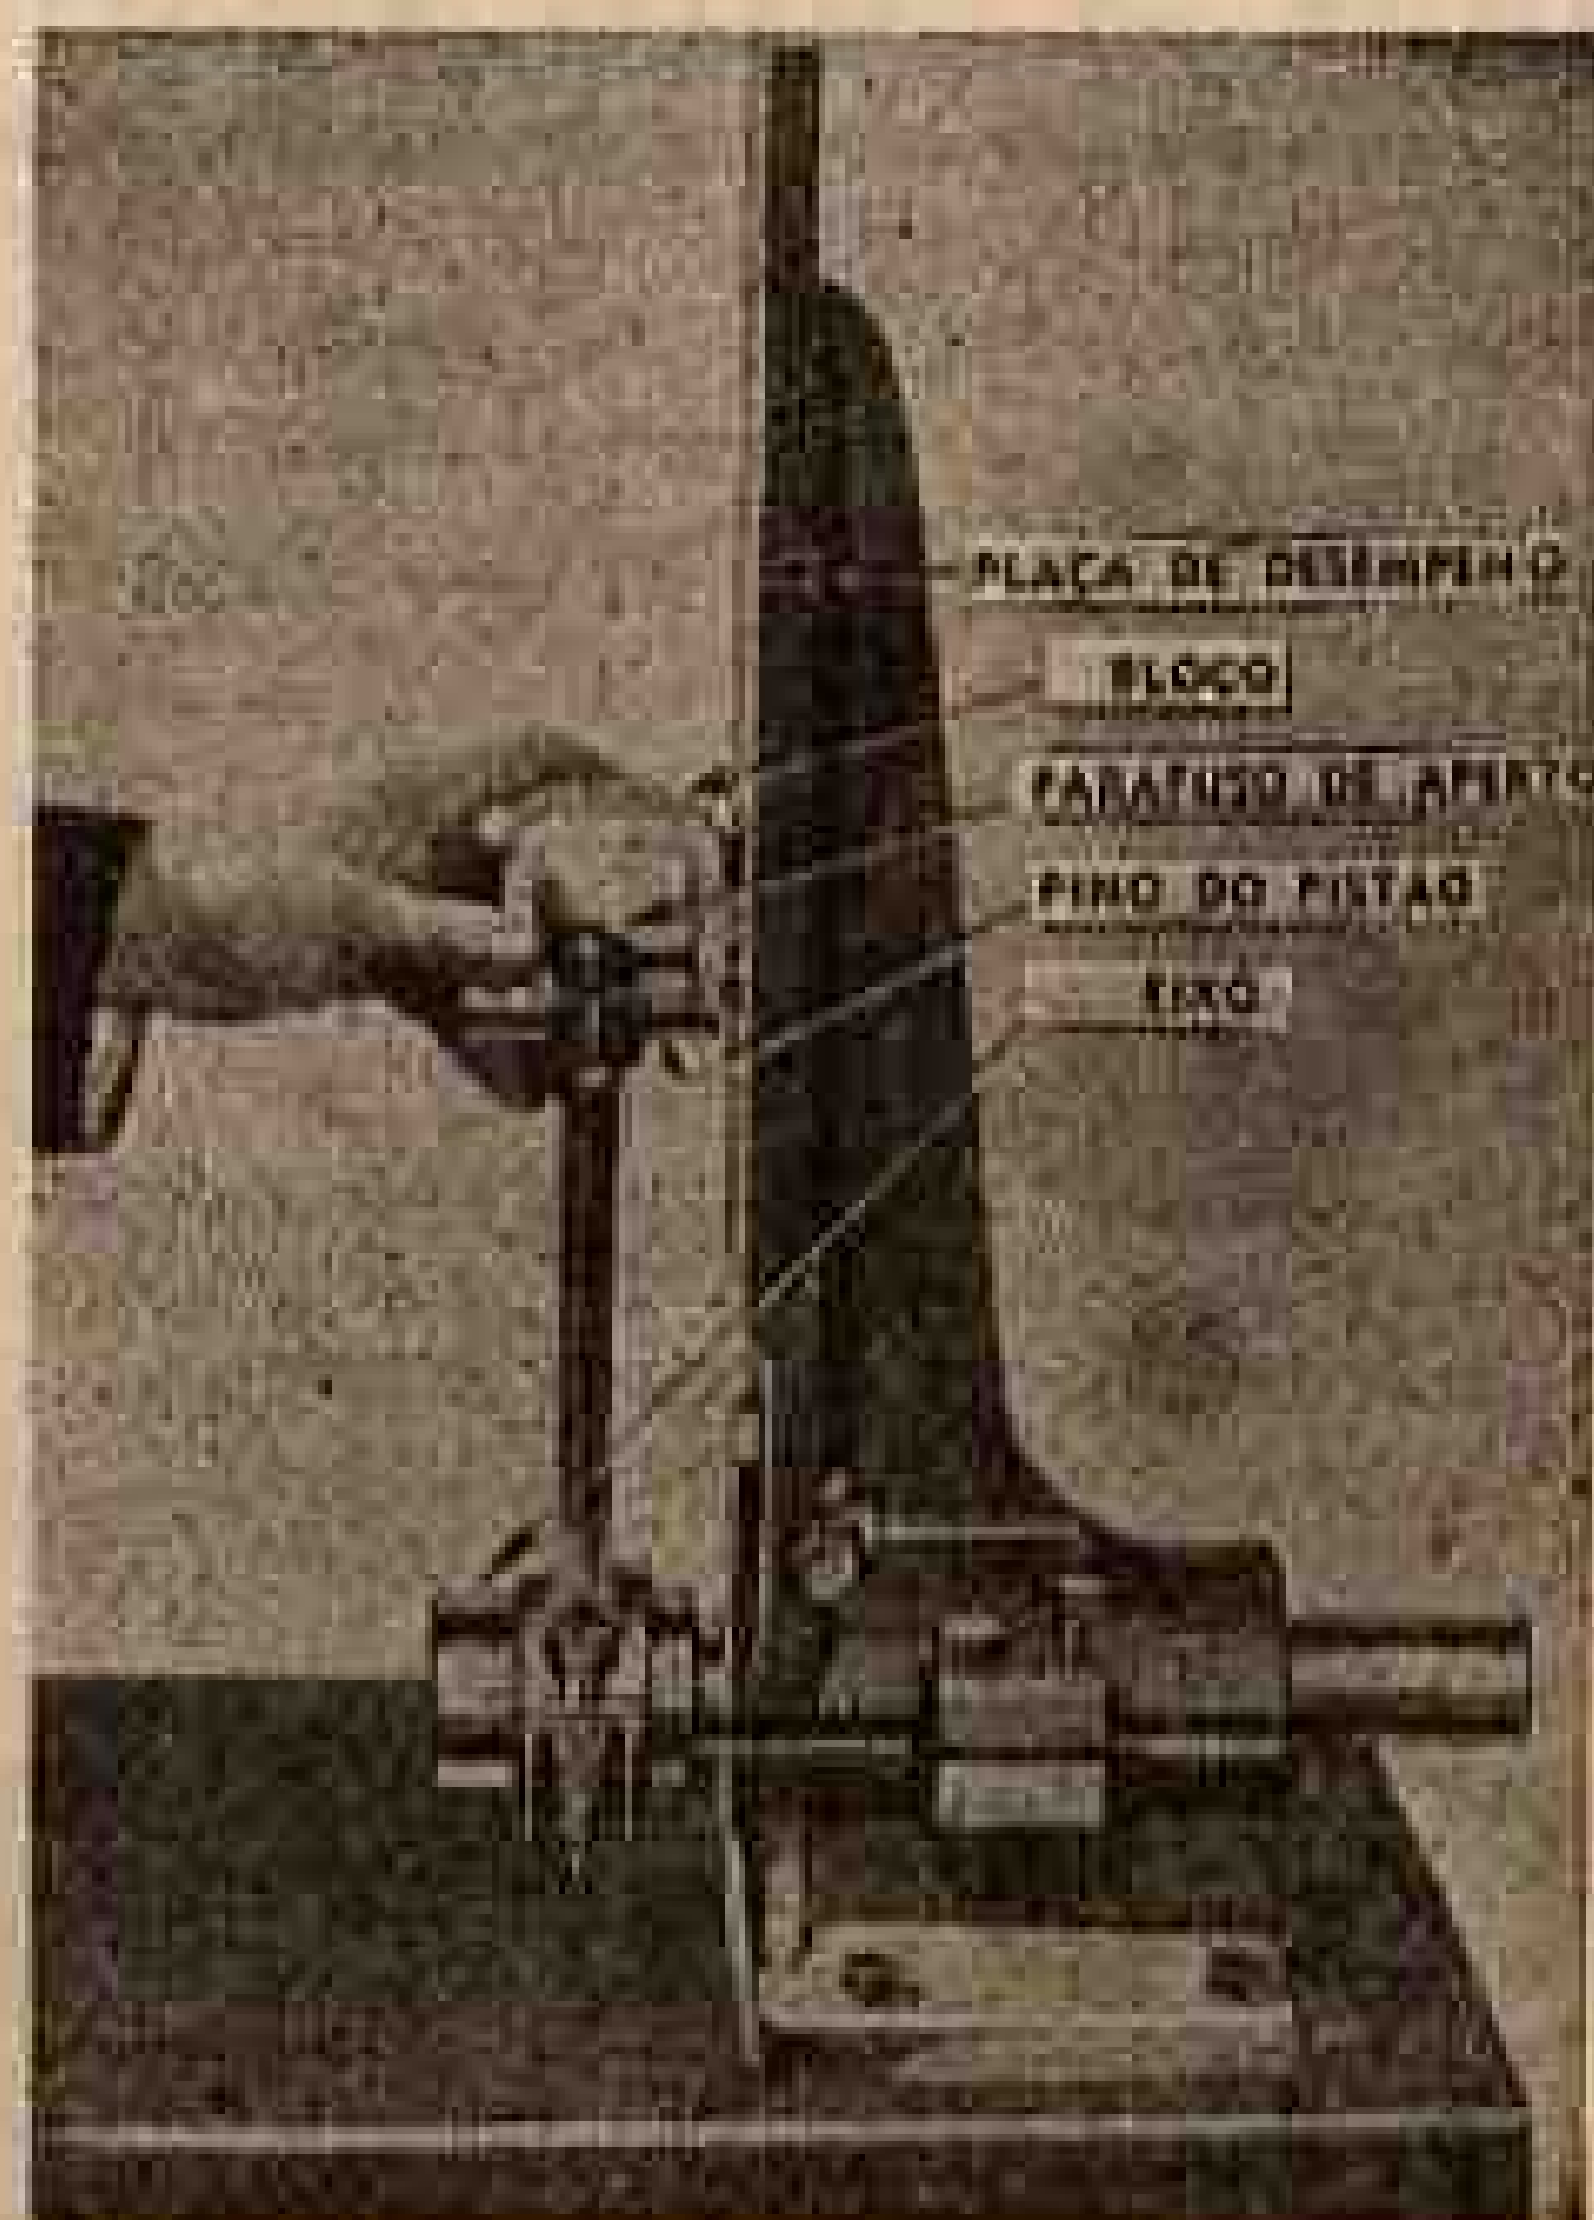

Fig. 351 — Dispositivo de contenção para alinhamento de bielas.
a) Verificação do alinhamento da biela — Removidas as bielas e separadas dos pistões, os pinos dos pistões são de novo colocados nas bielas para permitir a verificação do alinhamento destas. Para tal verificação emprega-se um contensor de bielas (fig. 351). O bloco em V é colocado em cima do pino do pistão e movido para dentro contra a placa. Se o mancal da biela e o pino do pistão não estiverem em perfeito alinhamento, o bloco em V não ficará em esquadro com a placa. Bielas fora de alinhamento podem ser endireitadas por meio de uma barra retificadora.